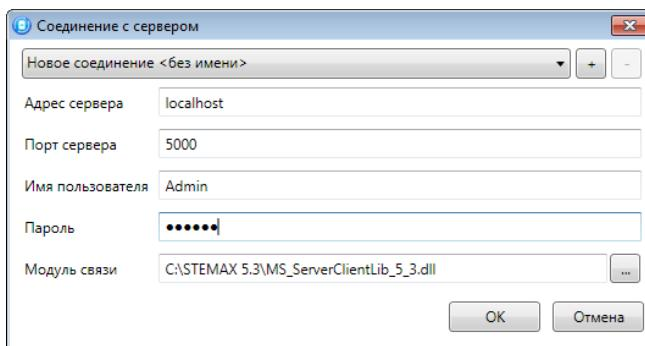

Рисунок 4.11 — Подключение к серверу STEMAX
**Шаг 1:** установите подключение к серверу STEMAX. Для этого в меню *Файл* выберите *Подключиться к серверу ПЦН* **или** нажмите кнопку . В окне авторизации (см. рисунок 4.11) введите данные в соответствии с таблицей 4.1 и нажмите кнопку *OK*.